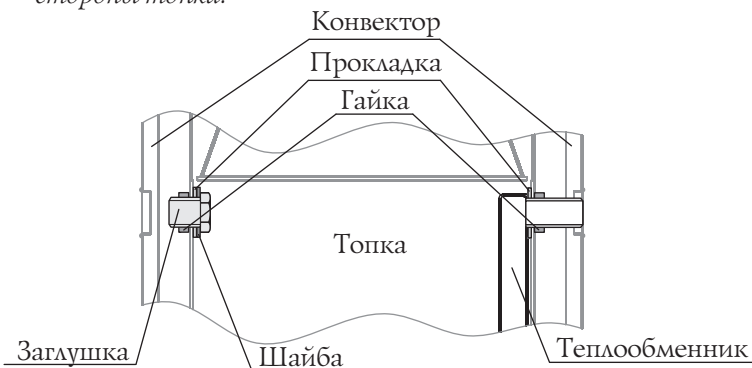

Рисунок 9. Демонтаж теплообменника и заглушек печи «Тунгуска 2011»
3. Снять теплообменник (рисунок 9) раскрутив гайки 2 шт. и вынув его из отверстий, прокладки остаются на штуцерах;